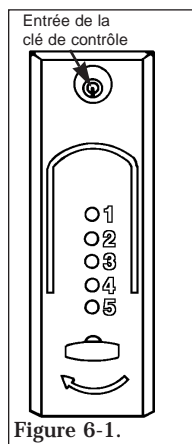

Figure 6-1.
- 1) Insérer la clé de contrôle dans la serrure et la tourner à 90° vers la droite (en sens horaire) en position horizontale (voir figure 6-1) pour déverrouiller le boîtier de serrure.